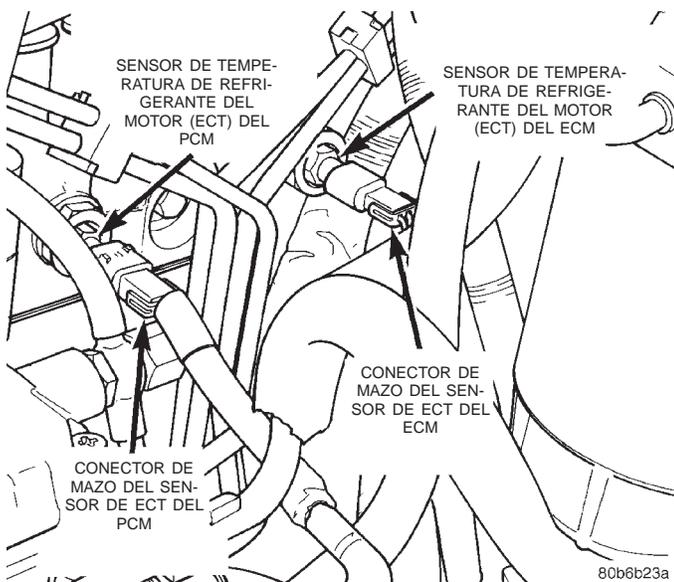

Fig. 25 Sensores de temperatura de refrigerante del motor
(9) Desconecte el conector eléctrico del sensor de temperatura del refrigerante del motor (Fig. 25), que es el que se encuentra más cerca de la bomba de inyección.